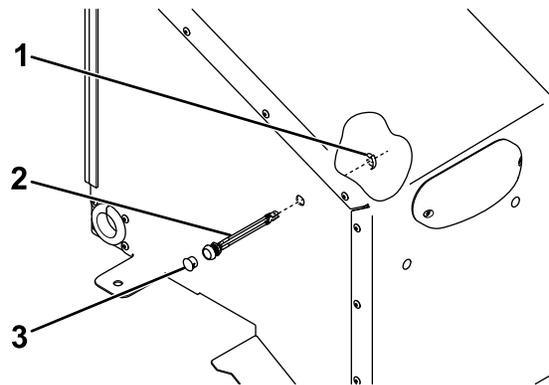

Figura 5
12. Retire y deseche el tapón que está frente al interruptor de descarga en la cubierta trasera (Figura 5).
13. Introduzca el botón de las luces en el orificio y sujételo con un clip de retención (Figura 5).